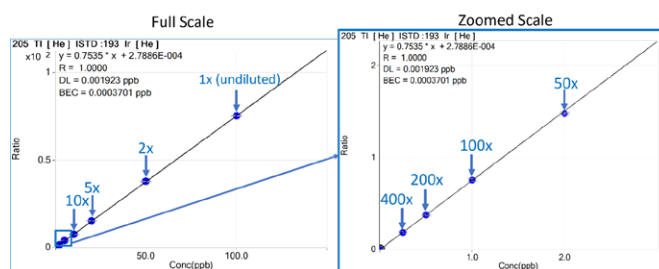

図 4. 左：Agilent ICP-MS MassHunter ソフトウェアで生成した、0.25 ~ 100 µg/L の ²⁰⁵Tl の ICP-MS 検量線。相関係数が R= 1.0000 と非常に高くなっています。右：ADS 2 で調製した低濃度標準溶液の、400 ~ 50 倍の部分の拡大図
0.25 ~ 100 µg/L のタリウム (²⁰⁵Tl) の代表的な ICP-MS 検量線を図 4 に示します。低濃度の検量線（右側に拡大図あり）の直線性が優れているのは、ADS 2 が標準液を 400 倍まで正確に希釈できていることを示します。